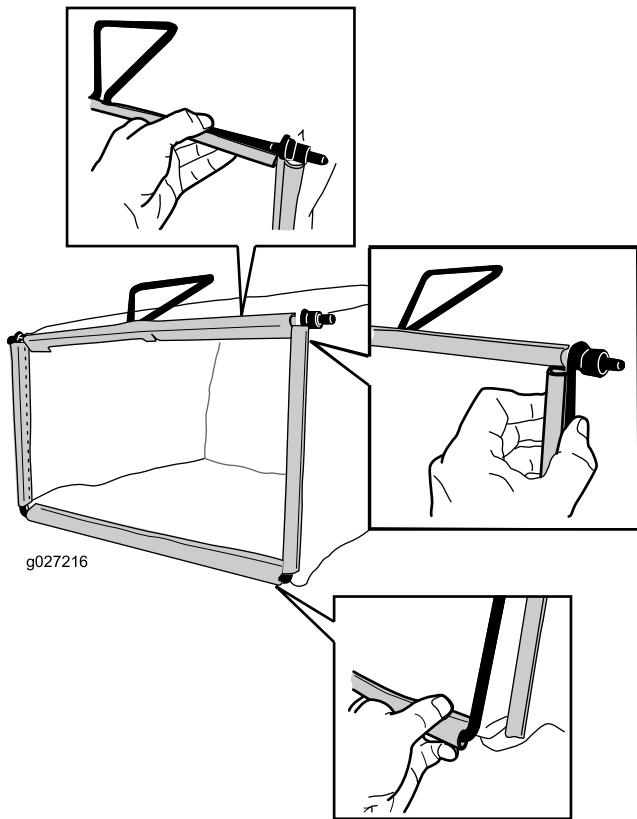

Figura 9
2. Engate o canal inferior do saco na parte inferior da estrutura (Figura 9).
3. Engate os canais superior e lateral do saco na parte superior e lateral da estrutura, respectivamente (Figura 9).